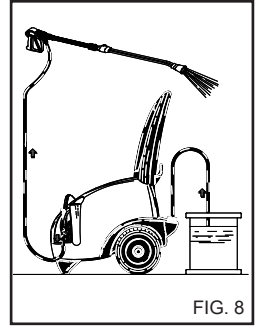

FIG. 8
Efter brug af rengøringsmidlet, skal rengøringsmiddelindtaget skylles ud med rent vand. (Fig. 8).
- 1) Efter brug sammen med rengøringsmidlet skal højtryksvandssystemet skylles omhyggeligt: Lad pumpen være aktiveret i 1 minut, mens doseringshanen er fuldstændigt lukket. (fig. 8).
- 4) Efter brug sammen med rengøringsmidlet skal højtryksvandsystemet skylles omhyggeligt: Lad pumpen være aktivt i 1 minut, mens doseringsshanen er fuldstændigt lukket. (fig. 8).